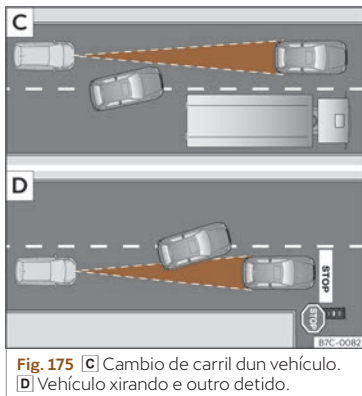

Fig. 175 [C] Cambio de carril dun vehículo.
- Vehículos que cambien ao carril polo que vostede circula a pouca distancia do seu vehículo >>> **fig. 175 [C].**
O ACC pode non reaccionar ante vehículos parados. Se por exemplo, un vehículo detectado polo ACC xira ou se afasta e diante do mesmo atópase un vehículo parado, o ACC non reaccionará ante este >>> **fig. 175 [D].**